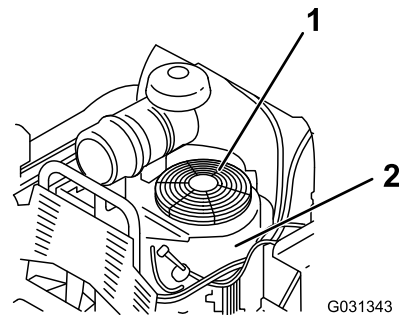

Bild 75
3. Entfernen Sie das das Luftansauggitter und das Lüftergehäuse (Bild 75).
5. Setzen Sie das Luftansauggitter ein und bringen das Lüftergehäuse an (Bild 75).